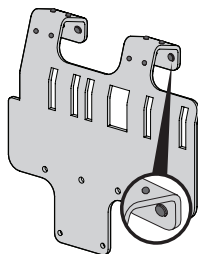

Figure 3
1. Installez douze tampons en caoutchouc (735-05938) dans le support de l'adaptateur (789-02518). Fixez-les solidement en utilisant les orifices de montage illustrés à la Figure 3.